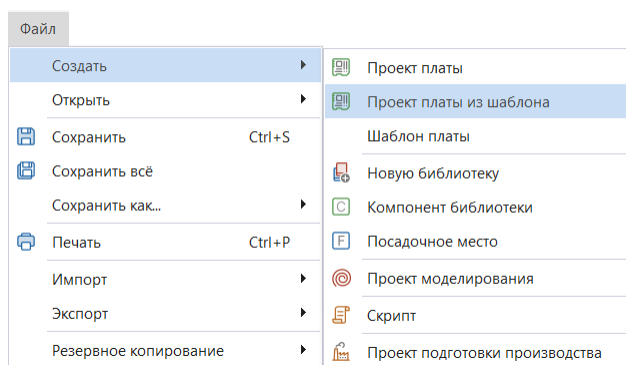

Рис. 21 Вызов создания проекта платы из шаблона
3. Выберите «Проект платы из шаблона», Рис. 21.